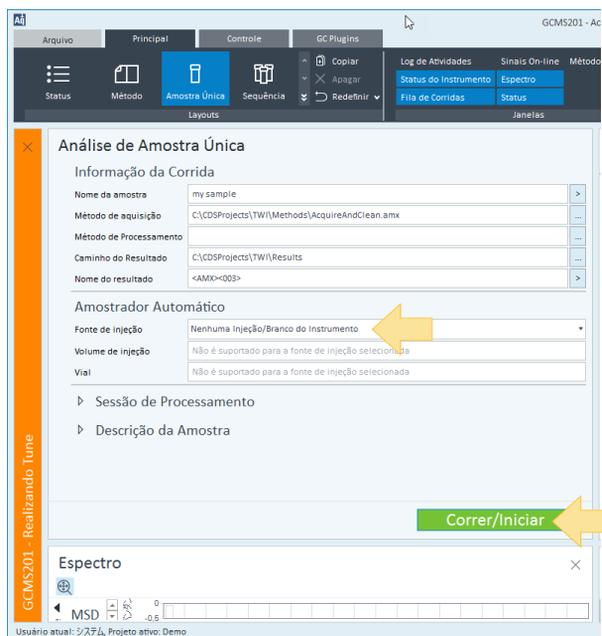

Figura 14 Janela Amostra Única
- 8 Para a **Fonte de Injeção**, selecione **Nenhuma Injeção/Branco do Instrumento**. Esse modo indica ao GC e MS para executar o método especificado, apesar de nenhuma amostra ter sido incluída. (Consulte Figura 14 na página 34.)